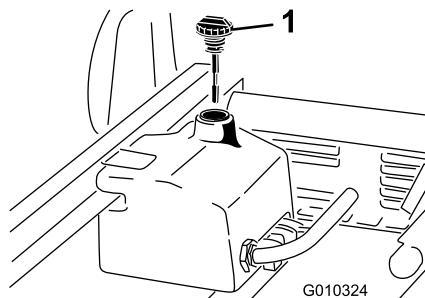

Figura 20
1. Limpie la zona alrededor del cuello de llenado y el tapón del depósito hidráulico (Figura 20).
3. Retire la varilla (Figura 20) del cuello de llenado y límpielo con un paño limpio.